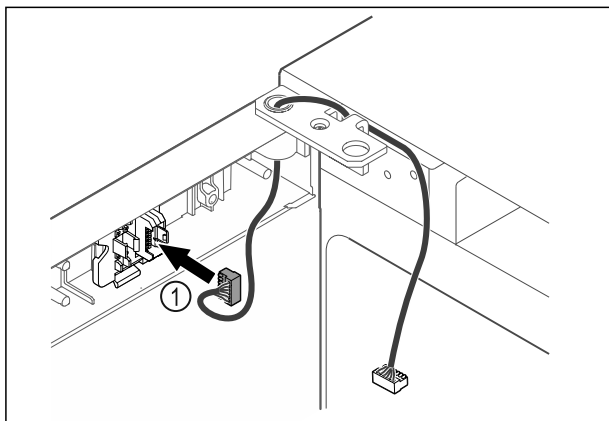

Fig. 48
- ▶ Introduceți fișa Fig. 48 (1) în suportul fișei.